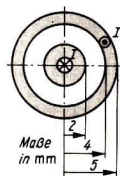

Bild 45
8.24 Berechnen Sie die Feldstärkefunktion  $H(r)$  (allgemein und als zugeschnittene Größengleichung) für ein Kabel aus einem Hohlleiter und einem in der Mitte angeordneten Draht. Die Maße sind dem Bild 45 zu entnehmen. Die Stromstärke beträgt  $10 \text{ A}$ . Stellen Sie das Ergebnis in einem Diagramm dar.